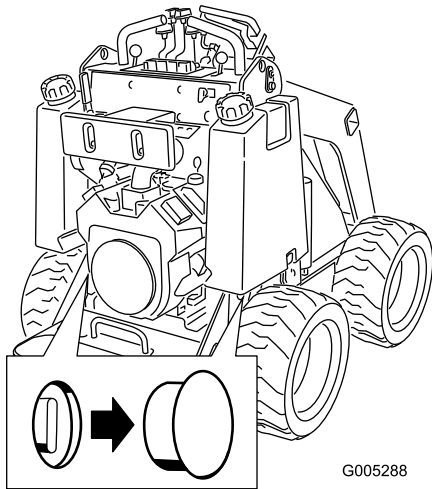

Figura 10
2. Togliete il tappo da ogni valvola di traino (Figura 10).